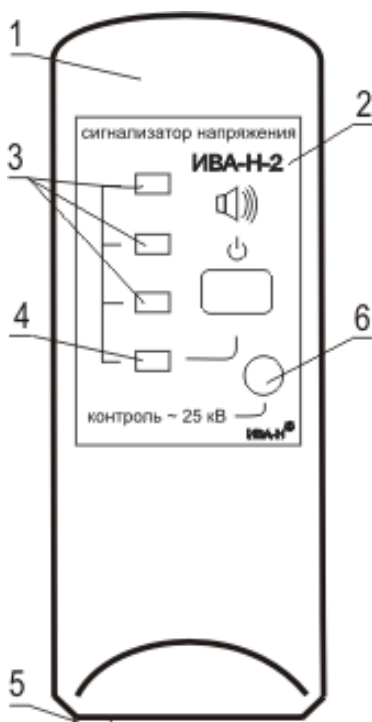
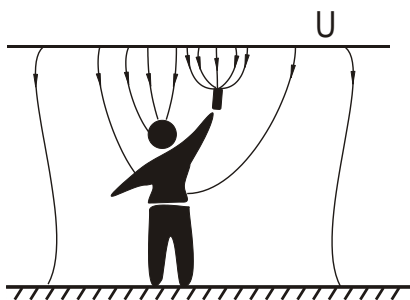

Рис.1
Рис. 2
Внешний вид сигнализатора показан на рис. 1
5.2. При определении с земли наличия напряжения на проводах воздушной линии (ВЛ) следует располагаться на участках, где расстояния от проводов до земли близки к наименьшему допускаемому. Прибор должен находиться **выше головы** (рис.2).
Прибор «ИВА-Н-2», сохраняет все функциональные возможности базового СН. При работе на контактной сети 25 кВ необходимо провести подготовку сигнализатора в соответствии с п.4. Определение наличия напряжения производится при нажатой кнопке понижения чувствительности 6 (рис. 1). Прибор должен находиться **выше головы** (рис. 2).